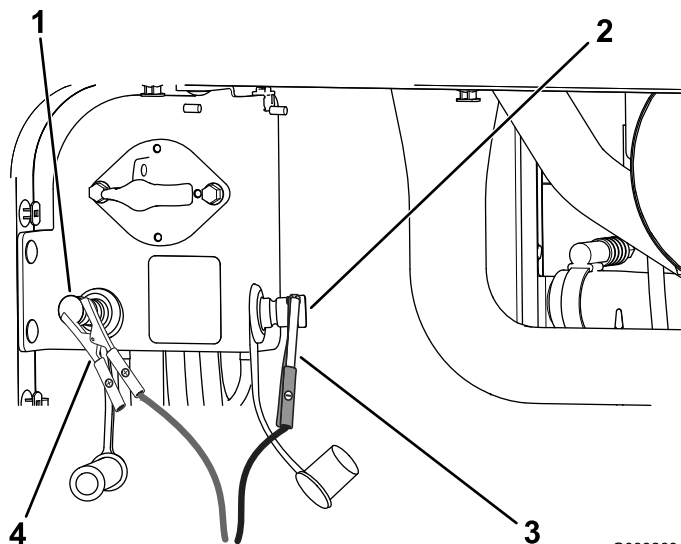

図 116
4. プラスのジャンプ端子にプラスケーブルを接続する 図 116。
5. マイナスのジャンプ端子にマイナスケーブルを接続する 図 116。
7. エンジンが始動したら、もう一人が、まずマイナス(-)の救援ケーブルを外し、次にプラス(+ )の救援ケーブルを外す( 図 116)。